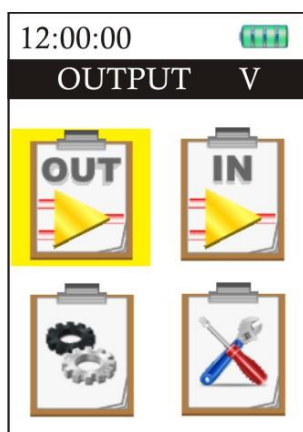

Figura 6 - Tela Principal
Na Figura 6, está representada a tela principal de trabalho onde temos o Relógio (24:00:00), a indicação da situação da Bateria  e as funções básicas de Saída (OUTPUT), Entrada (INPUT), Configurações (CONFIG) e Ferramentas (TOOLS).
**OBS.:** A tela mostrada na Figura 6 representa a Tela Principal e não a tela de Saída (OUTPUT). A tarja preta na parte superior do display representa apenas o menu que está selecionado (em amarelo), no caso o menu de Saída (OUTPUT) vem selecionado por padrão.